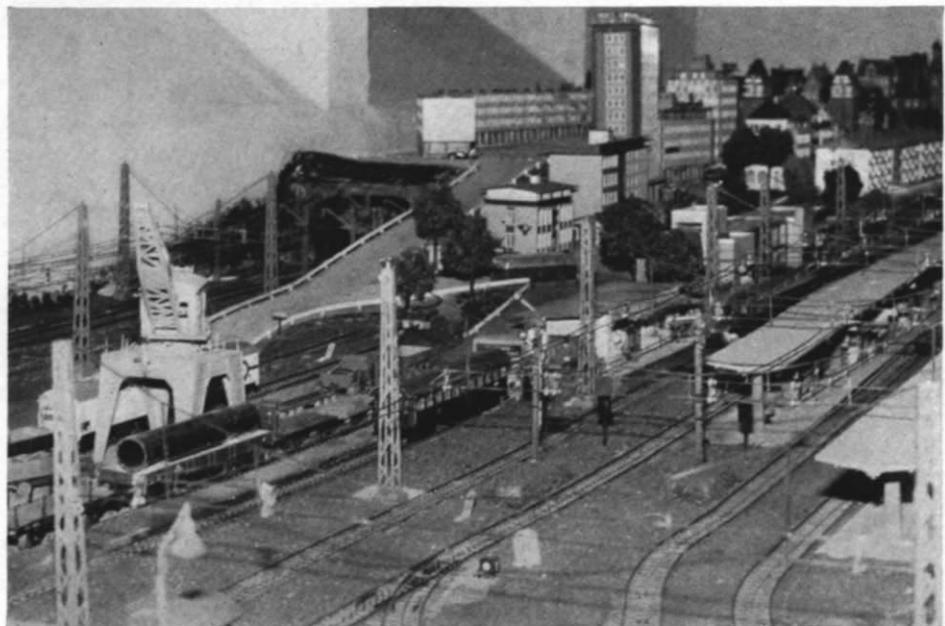

Abb. 1. Ausfahrt aus dem Bahnhof. Die Strecke links im Hintergrund „verschwindet“ unter dem Häusermeer (s. a. Abb. 7).
Abb. 1. Dieser 20-ständige Arnold-Lokschuppen (N) gehört natürlich — im Sinn des vorangegangenen Artikels — zu einem großen Bw mit entsprechender Bekohlung, Besandung usw. nebst entsprechenden speziellen Gleisen. Im Zusammenhang mit der nachfolgenden Besprechung zählt natürlich in erster Linie das imposante Aussehen von Schuppen und Drehscheibe.
Daß sowohl die Schuppen als solcher als auch die Drehscheibe einschließlich 7,5°-Gleiseinteilung als Ganzes über jede Beanstandung erhaben ist, dürfte Abb. 1 wohl wieder einmal mehr beweisen!
Abb. 9. Ausfäde-lung der zweigleisi-ge Hauptstrecke unterhalb des Burg-bergs. Diese doppel-gleisige Strecke führt am Bv vorbei, unter dem Häusermeer hindurch (s. Abb. 1). Die Straße führt ebenfalls in Richtung „Reichsstadt“; die dortige Einmündung ist auf Abb. 1 eben-falls gut erkennbar.